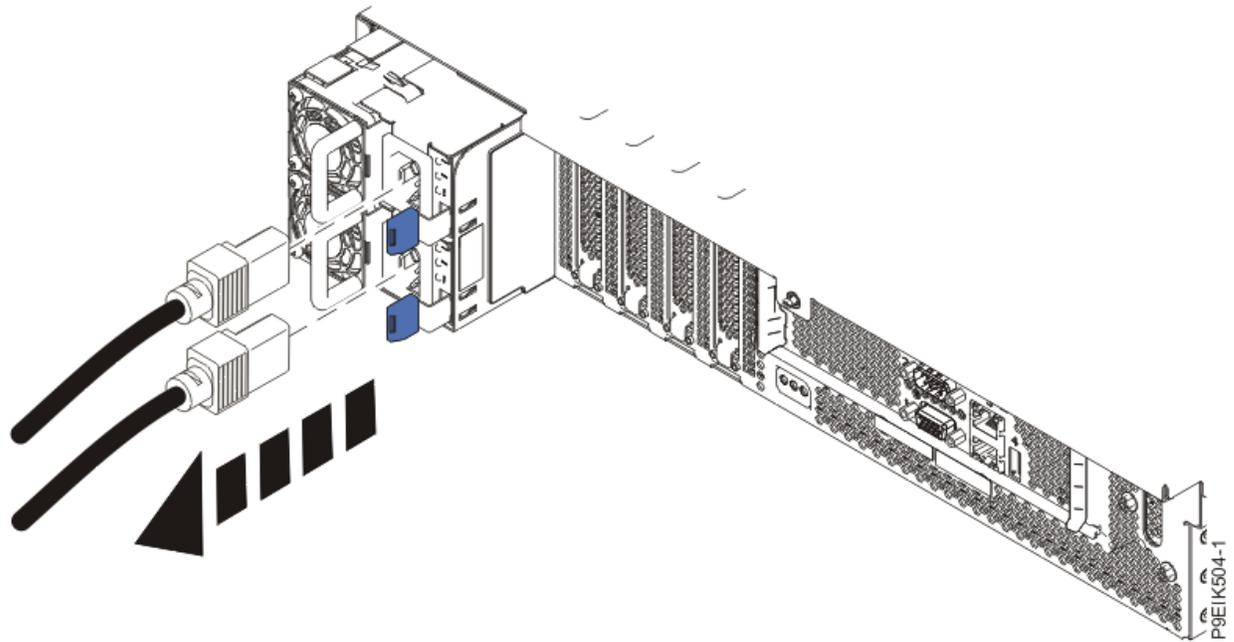

Figure 70. Retrait des cordons d'alimentation du système
4. Déconnectez les cordons d'alimentation de l'unité centrale comme illustré à la Figure 70, à la page 114.